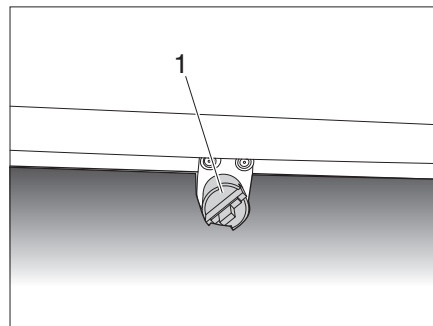
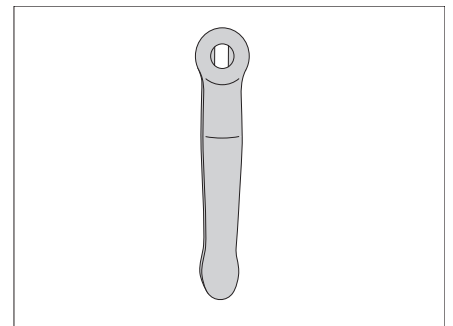
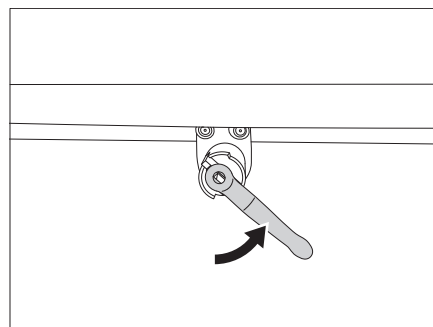

Figure 70 Écoulement Réservoir d'eaux usées
Figure 71 Clé du réservoir
Figure 72 Ouvrir le robinet d'eaux usées
- Insérer la clé du réservoir (Figure 71) sur le dispositif de vidange (Figure 70, 1).
- Pour ouvrir le robinet d'évacuation des eaux usées, tourner la clé du réservoir (Figure 71) d'un quart de tour dans le sens inverse des aiguilles d'une montre (Figure 72).
- Pour fermer le robinet d'évacuation des eaux usées, revisser à fond la clé du réservoir (Figure 71) dans le sens des aiguilles d'une montre.
- S'assurer que l'ouverture de vidange située à l'intérieur du réservoir d'eau fraîche (Figure 68), le robinet des eaux usées (Figure 70, 1) et la valve de sécurité du chauffe-eau sont fermés.